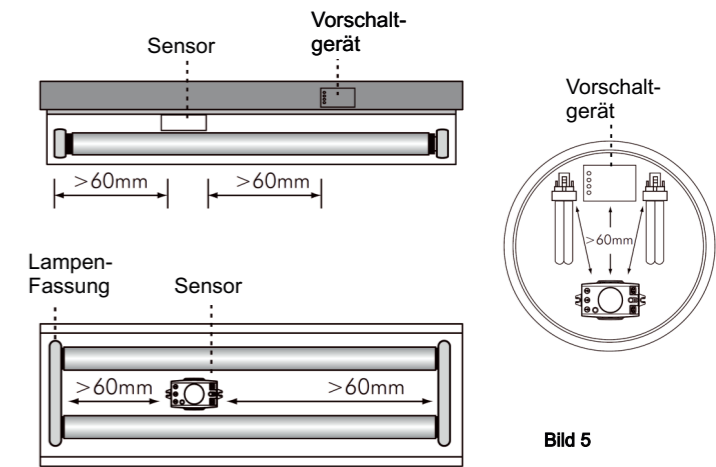

Bild 5
- 4.3.6 Wenn die Leuchte aus mehreren Materialien besteht, stellen Sie sicher das das Modul mindestens 60 mm von Metallteilen (Wie Vorschaltgerät, Fassung oder Lampe mit Fassung) entfernt montiert wird. (Siehe Bild 5)